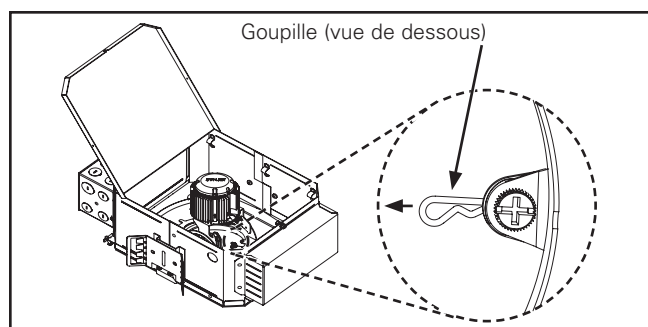

Figure 21.
3. Retirez la goupille fendue de la vis de blocage de rotation (Figure 21.). Utilisez un petit tournevis plat ou une pince à bouts pointus. Conservez la goupille fendue pour le remontage.